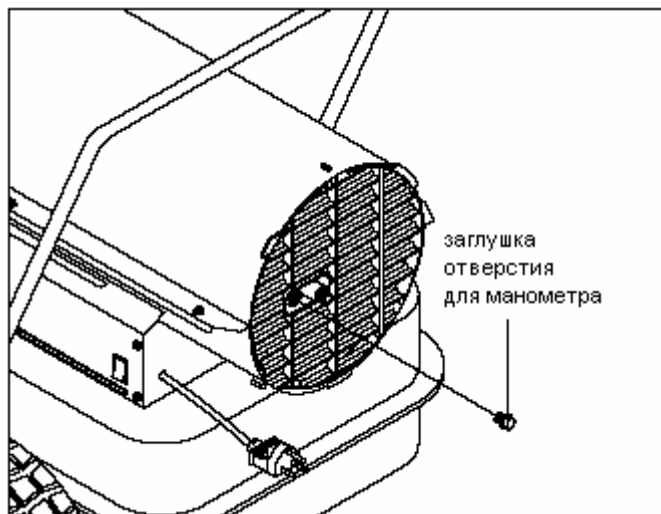

Рис. 11 Снятие свечи зажигания
1. Снимите верхнюю часть кожуха (см. рис. 11).